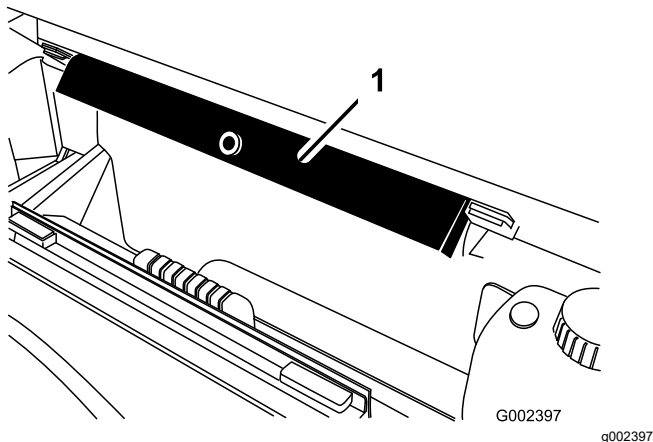

Figura 1
- B. Retire el soporte de la plataforma de los soportes de almacenamiento situados en la parte trasera del panel del ROPS (Figura 1).